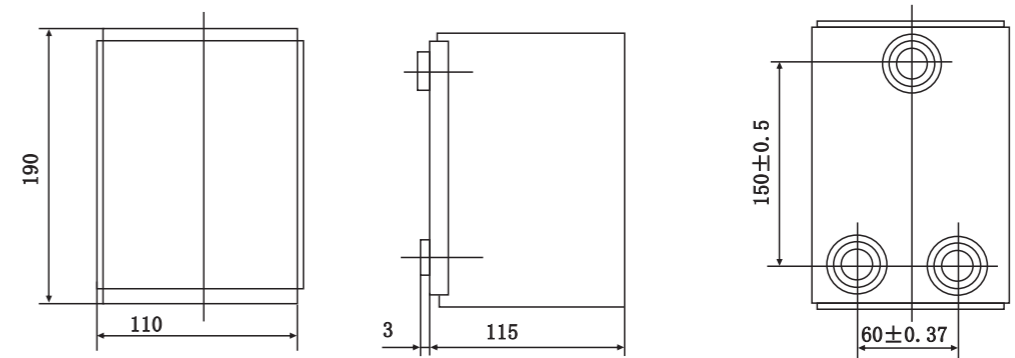

图18 DK-1F 型控制箱安装尺寸及外形尺寸
- 注：① 85%Ue及以上时能保护断路器可靠闭合，在70%~35%Ue使断路器断开，在35%Ue以下时能防止断路器闭合。
② 欠电压延时脱扣器在1/2延时时间内，如果电源电压恢复到85%脱扣器额定工作电压时，断路器不断开。
③ 欠电压延时脱扣器的延时准确度为±10%。
8.3 DK-1F型控制箱安装尺寸和外形尺寸见图18